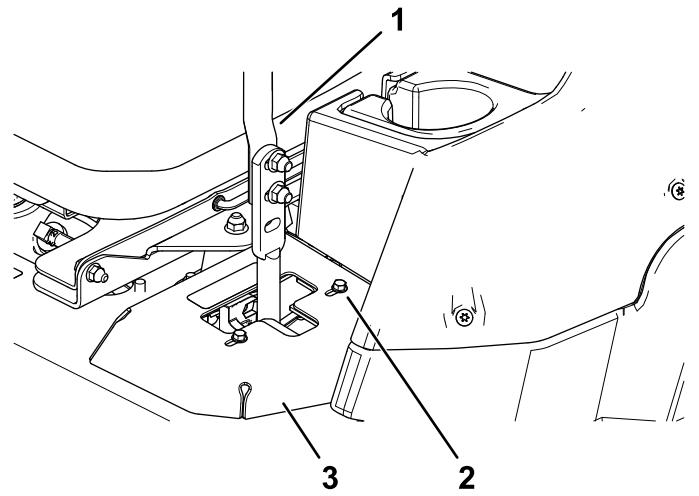

Bild 50
- Wenn die Maschine nach rechts zieht, lösen Sie die Schrauben und versetzen die linke Anschlagsplatte am linken T-Schlitz nach hinten, bis die Maschine geradeaus fährt (Bild 50).
- Wenn die Maschine nach links zieht, lösen Sie die Schrauben und versetzen die rechte Anschlagsplatte am rechten T-Schlitz nach hinten, bis die Maschine geradeaus fährt (Bild 50).
8. Ziehen Sie die Anschlagsplatte fest (Bild 50).